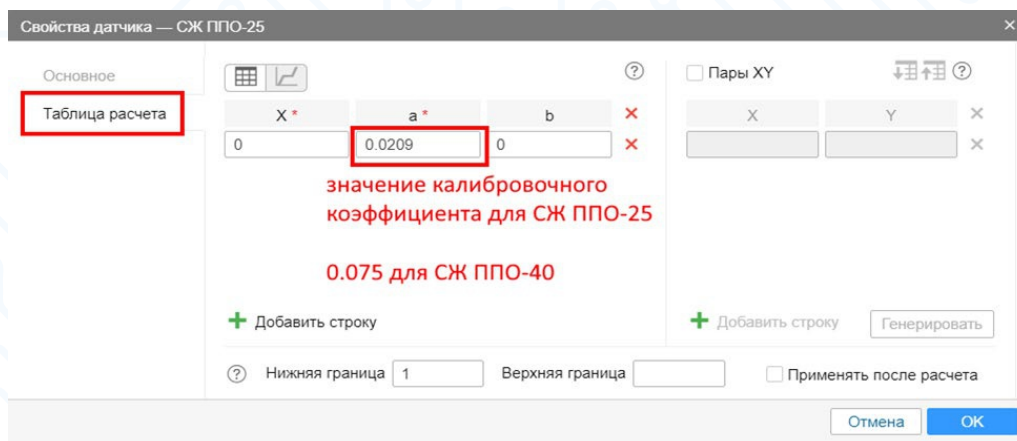

Рисунок 17
- Во вкладке «Таблица расчета» измените значение (рисунок 17).